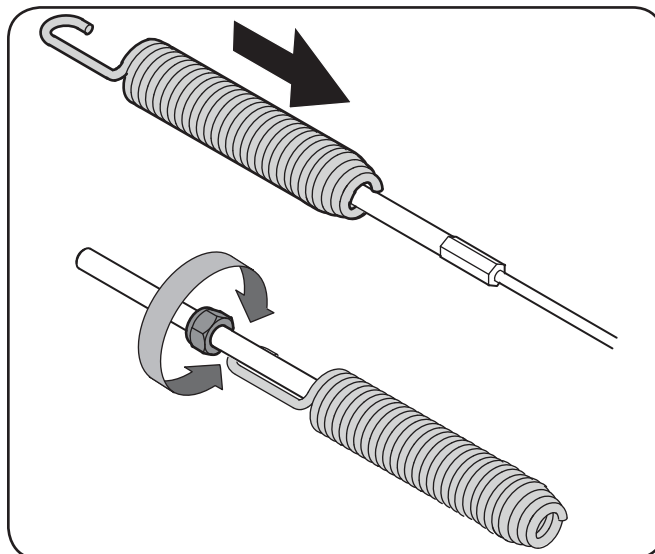

Figura 3-12
2. Deslice el resorte hacia arriba del cable para dejar expuestas las roscas del acoplador de cable y la tuerca de seguridad. Consulte la Figura 3-12.